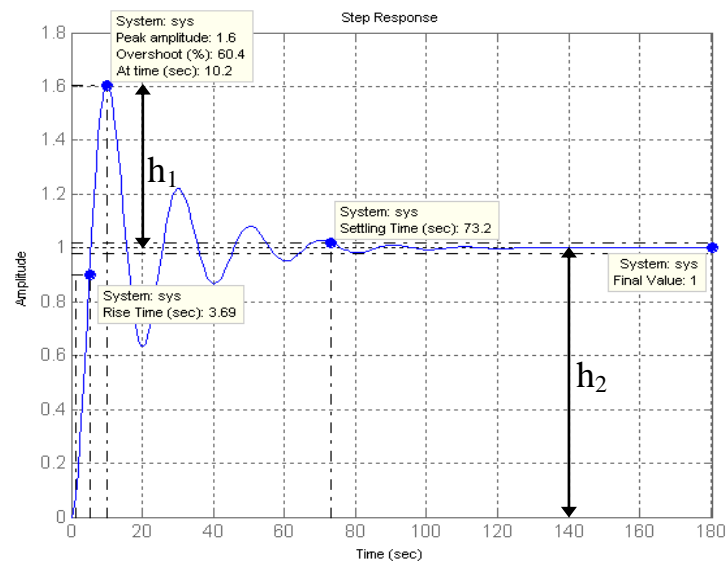

Figure. 3
Dans chacun des essais en Boucle Fermée (BF) que vous allez réaliser dans ce qui suit veillez à relever à chaque fois les performances relatives à la régulation. En l'occurrence, l'erreur statique, le temps de réponse à 5%, le temps de montée, le dépassement ( $h_1/h_2$  [%]) (cf. figure. 3).